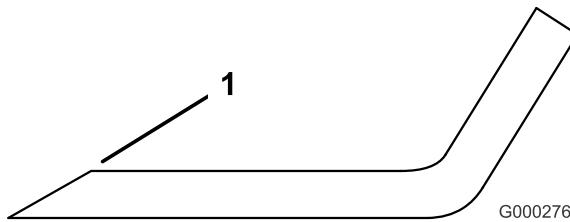

Figura 66
1. Utilice una lima para afilar el filo de corte en ambos extremos de la cuchilla (Figura 66).